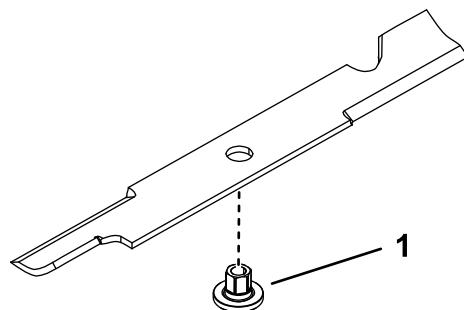

Figure 80
1. Insérez la douille dans la lame en plaçant l'embase sur le côté inférieur (côté herbe) de la lame (Figure 80).